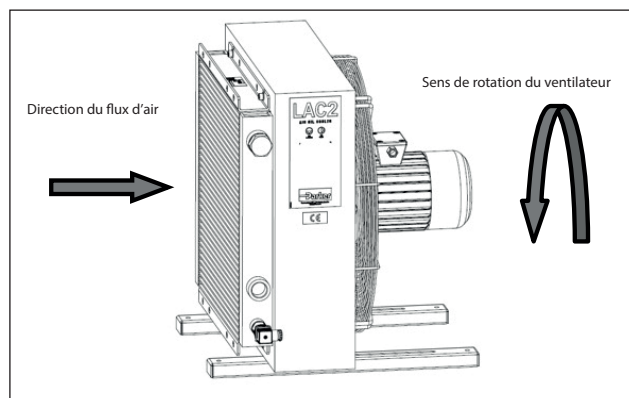

Fig. 24
6. Une fois en marche, vérifier que, quand le ventilateur se déclenche, le sens de rotation et le flux d'air correspondent au schéma de la Fig. 24.